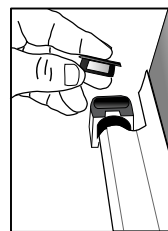

Figura 1
- 2.- Con ayuda de un desarmador plano, retire tapas plásticas que se encuentran a los lados del capelo. (Figura 1).